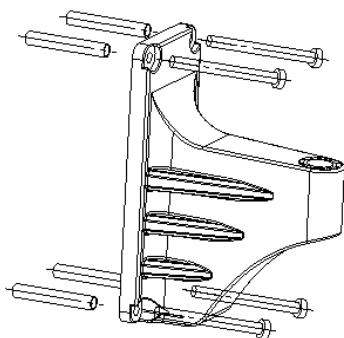

Fig.1
4. Fixe o suporte com os parafusos autoroscantes (Fig.1).